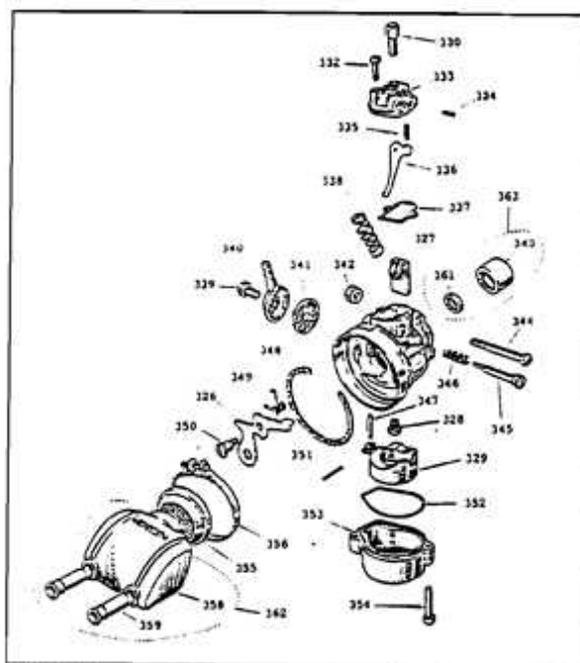

Abb. 3
Benzinschlauchanschluß so montieren, daß der Benzinschlauch senkrecht von oben aufgesteckt wird. Achten Sie bei der Montage des Vergaserdeckels auf korrekte Einbaulage des Choke-Hebels. Funktionskontrolle der Kaltstarteinrichtung. Spiel am Gaszug kontrollieren und ggf. einstellen. Leerlaufdrehzahl mittels Schieberanschlagschraube einstellen. (Abb. 3 / 345)
- Leerlaufeinstellung: Durch Drehen der Schraube (Abb.3 / 345) im Uhrzeigersinn wird die Leerlaufdrehzahl höher. Durch Drehen gegen den Uhrzeigersinn wird die Drehzahl geringer.